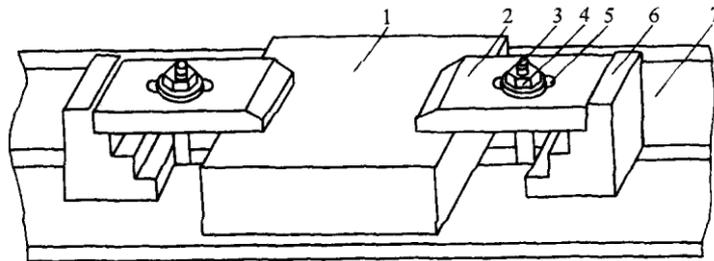

图 a-31 用压板装夹工件
(1) 用压板夹紧工件的方法压板通过螺栓、螺母、垫铁将工件压紧在工作台面上, 见图 a-31。